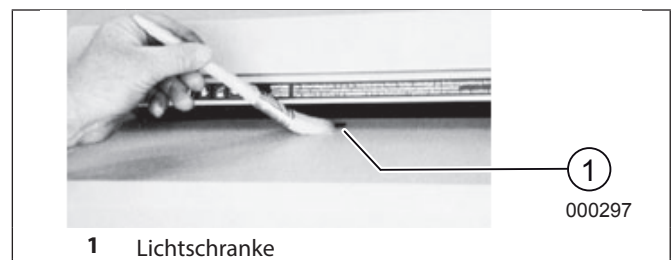

Abb. 4 Lichtschranke
Startet den Zerkleinerungsvorgang, sobald ein Blatt Papier in den Einlassschlitz eingeführt wird (Abb.4).
4.1 Reinigung der Fotozellen (Abb. 4)